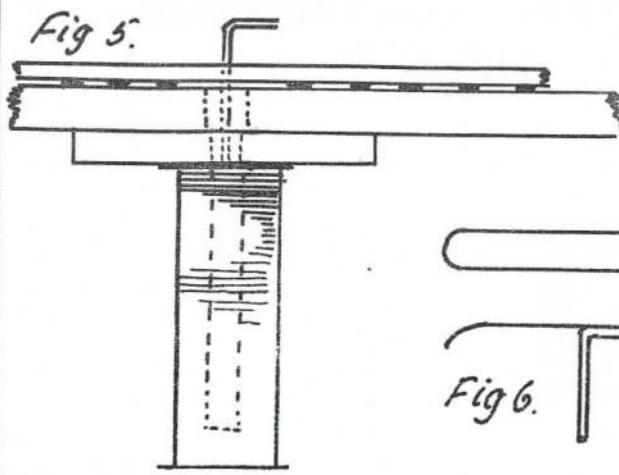

Fig 5.
**Fig.1 viser ladet med og uden bund.** — Fig.2. Den færdige tipvogn på gammel type bogie. — Fig.3. Undervognen monteret. Fig.4 — Ladet med kilen i gavlen. — Fig.5. Tipvogn bygget over ny type bogie.
Derefter bores et hul mellem skinnerne på det sted, man ønsker afkoblingen anbragt, hvorefter den beviklede „trisse“ med træstykket fastskrues under pladen. Kloden med messingtråden sættes i nede fra, og messingtråden klippes af i passende højde og bukkes i den yderste ende, (fig. 5).
Under 1923 levererades även till G. S. 4 tväxliga motorvagnar till Långedragslinjen. Dessa finns kvar alltjämt men användas endast i undentagsfall, emedan de är långa mycket i sidled på grund av sin bredd. Bild 5. Släpvagnar, bild 6, av samma typ som motorvagn 1921 levererades av Asea 1925 till G. S. En del finns kvar ännu. 1927 levererade Asea 11 motorvagnar, bild 7, som hade fyra fönster i kupé-sidan till skillnad från 3 st. på motorvagn 1921. 1930 köptes släpvagnar av samma typ som motorvagnar 1927. Av dessa finns inga kvar. Motorvagnen 187, som köptes 1927, ombyggdes 1949 till enriktningsvagn. 1931 kommo ett antal släpvagnar, bild 4, utan lanternin och med tvärsitsar. Dessa vagnar är mycket lätt och en del har modernisrats och går ordinarie släp efter motorvagnarna 1921 på linje 1. De ej modernisrade går i extratrafik som syns av bild 4.